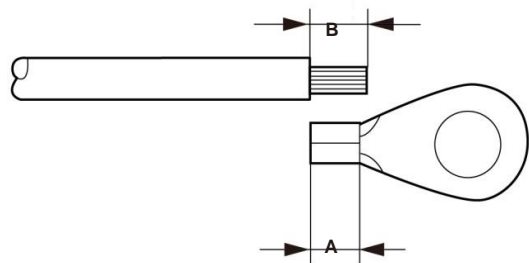

Figura 5.8 Comprimento adequado
- 3) Descarnar o isolamento do cabo de terra para um comprimento adequado (consulte a Figura 5.8).